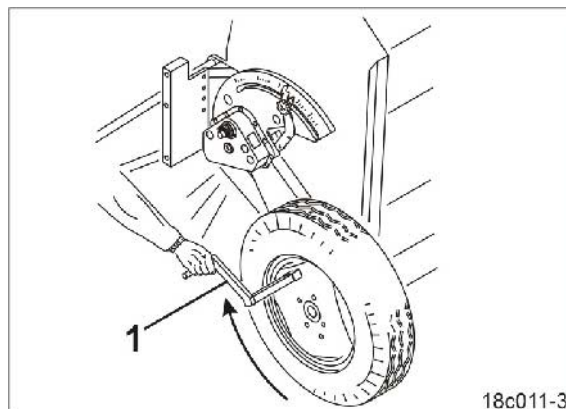

Рис. 135
15. Вставьте рукоятку для установки нормы высева (Рис. 135/1) в квадратную трубу на правом колесе.